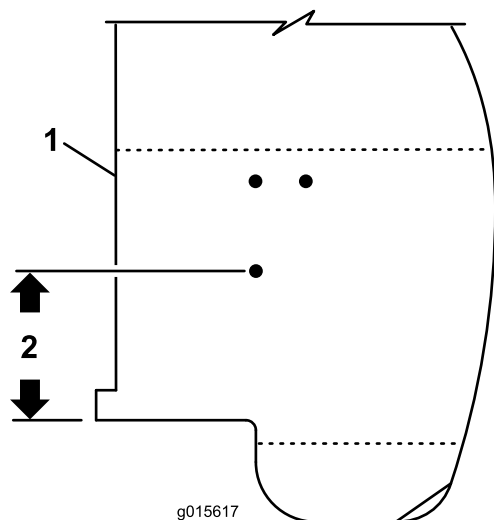

Figura 1
- Se il foro posteriore è situato a circa 9,5 cm dal bordo del parafango, come mostrato in Figura 1, passate alla fase 4.